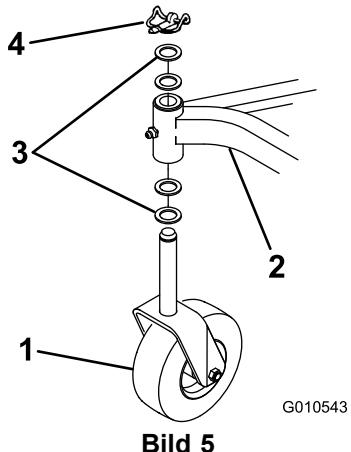

Bild 5
- Entfernen Sie den Klappstecker und die zwei Druckscheiben, mit denen jedes Laufrad ausgeliefert wird. Lassen Sie zwei Druckscheiben auf jeder Welle; setzen Sie die Wellen in das Rahmenbefestigungsrohr ein und bringen Sie die Druckscheiben und den Klappstecker an (Bild 5).